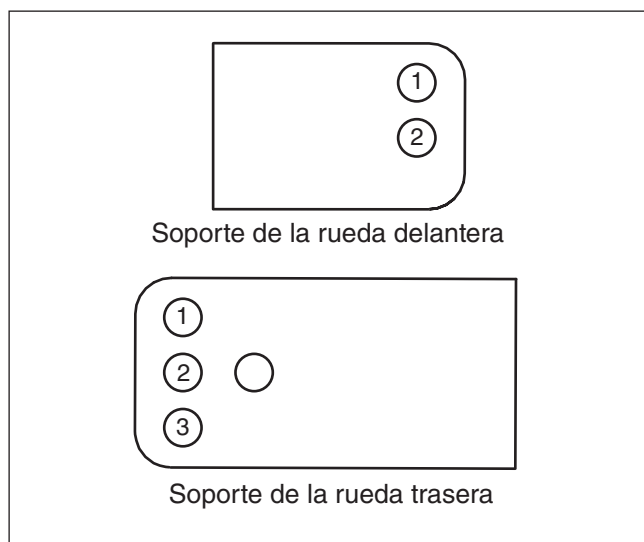

Figura 29
4. Instale las ruedas reguladoras en el orificio que se encuentra en el soporte de la rueda reguladora que coloca la rueda reguladora más cerca al suelo sin tocar el suelo (consulte la **Figura 29** y la **tabla que se encuentran a continuación**).
5. Fije la rueda reguladora (4), el manguito (3) y el perno (2) en el soporte con la tuerca (1).